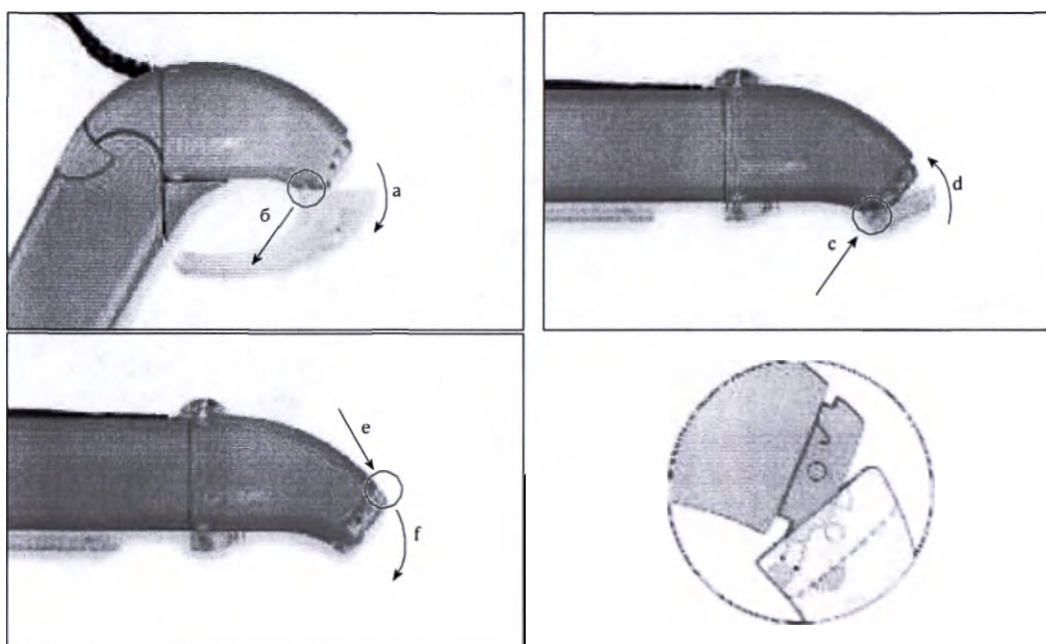

Рис. 21 Как удалить OPUS 2 заушину или крышку микрофона
2. Присоедините крышку микрофона к OPUS 2 блоку процессора, как показано на Рис. 21.
1. Если вы до этого пользовались конфигурацией BabyBTE замените крышку микрофона на OPUS 2 заушину. Осторожно снимите крышку микрофона и присоедините OPUS 2 заушину к OPUS 2 блоку процессора, как показано на Рис. 21. Вы почувствуете или услышите тихий щелчок, если OPUS 2 заушина установлена правильно. Рекомендуется также вставить штырь заушины. Этот штырь затрудняет ребенку самостоятельное удаление заушины.
Чтобы заменить OPUS 2 заушину или установить крышку микрофона осторожно потяните OPUS 2 заушину вниз (a,b) чтобы отделить ее от блока процессора. Присоедините OPUS 2 заушину или крышку микрофона к выступам в нижней части блока процессора и надавите вверх (c,d), пока не почувствуете щелчок (см. Рис. 21). Чтобы удалить крышку микрофона с блока процессора нажмите напротив верхнего выступа крышки (e,f).